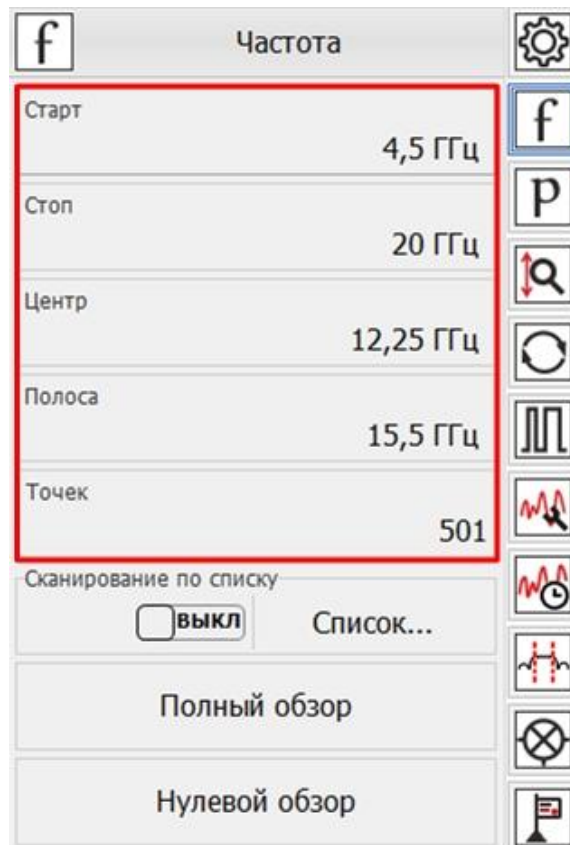

Рис. 33. Установка частотного диапазона зондирования
6. В панели управления «Частота» установить частотный **диапазон зондирования**, рис. 33;